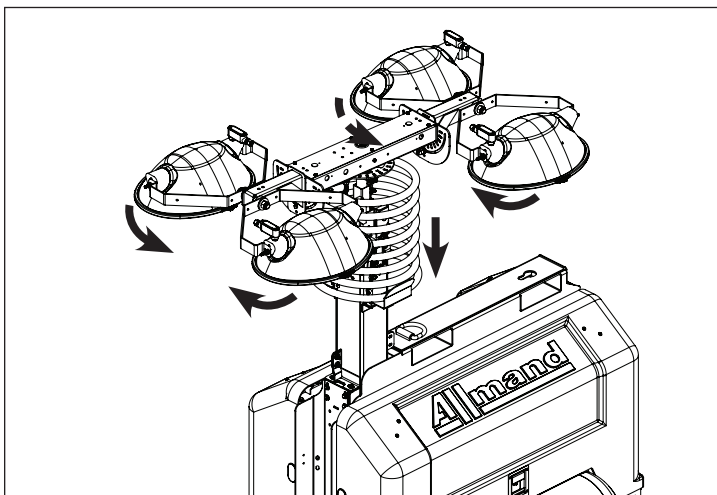

Figura 1
5. Gire la horquilla de articulación de las lámparas, de modo que quede alineada con la barra de luces. Coloque las luminarias hacia el centro del remolque. Consulte la Figura 1.